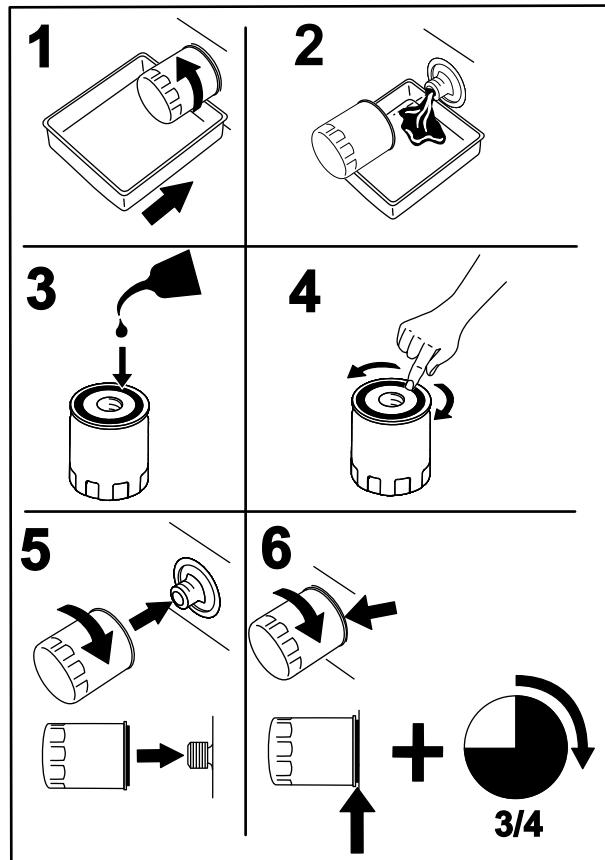

Bild 41
2. Wechseln Sie den MotorölfILTER (Bild 41).